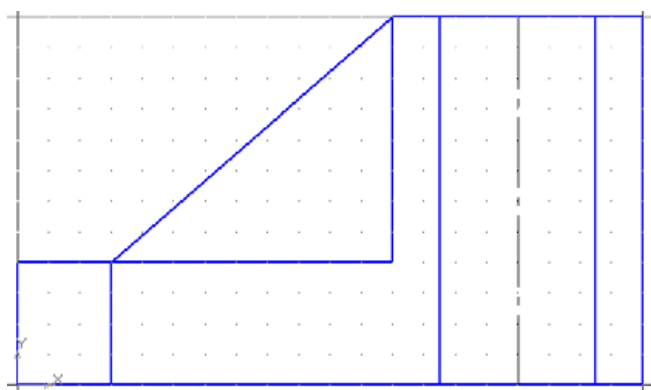

Рисунок 4.14 – Главный вид детали
14. Командой *Отрезок*, выполните построение главного вида детали (рисунок 4.14).